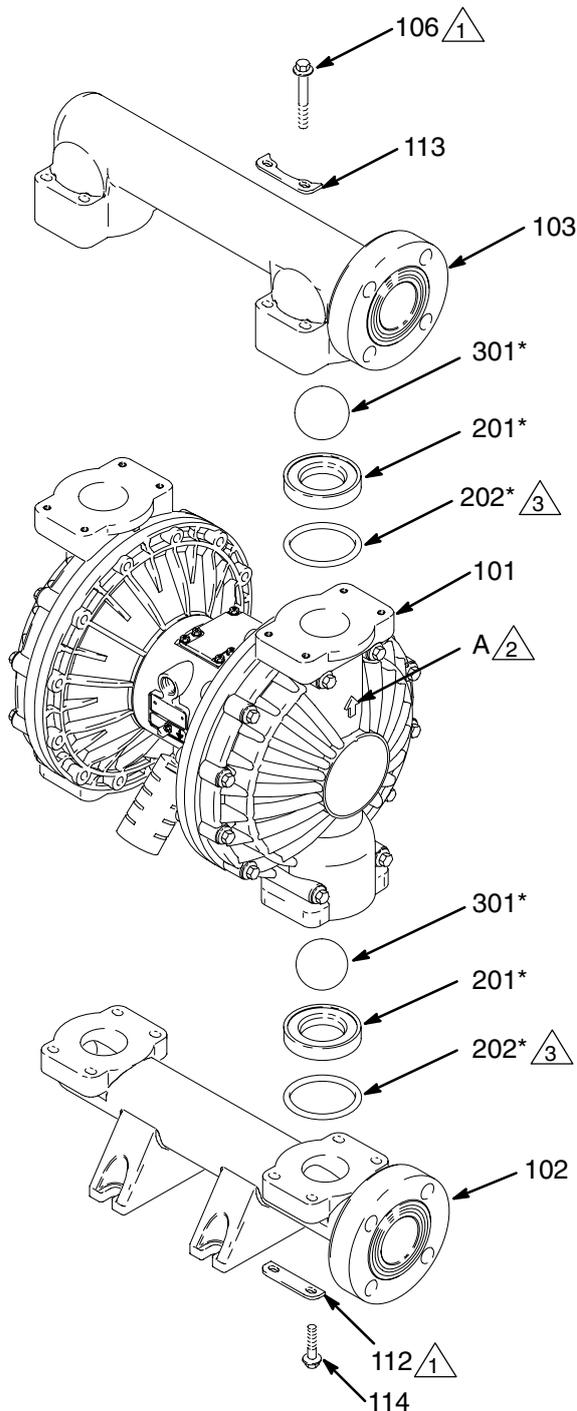

Fig. 11
3. À l'aide d'une clé à douille de 10 mm, retirez les huit boulons (106) et les quatre rondelles (113) maintenant le collecteur de sortie (103) aux capots à fluide (101). Consultez la Fig. 11.
4. Retirez les sièges (201), les billes (301) et les joints toriques (202) du collecteur.
2. Remontez dans l'ordre inverse, en suivant toutes les remarques de la Fig. 11. Assurez-vous que les clapets à bille sont montés **exactement** comme indiqué. Les flèches (A) sur les capots à fluide (101) **doivent** être orientées vers le collecteur de sortie (103).
- 2  La flèche (A) doit être orientée vers le collecteur de sortie (103).